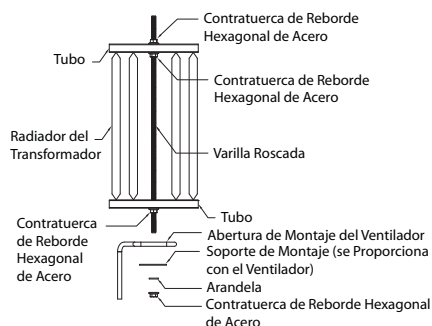

Figura 5 — Instalación de Juego de Montaje Protector Accesorio (Vista Superior)
- Monte (1) un tubo cuadrado de 3/4 pulg. al extremo de cada una de las (4) varillas usando (2) contratuercas de reborde hexagonal de acero como se muestra en la Figura 5. Apriete firmemente (asegúrese de que las tuercas no se suelten al montar la tuerca de fijación en la cara delantera del radiador).
- Monte la abertura del ventilador sobre la tuerca después de (1) soporte de montaje, la arandela y la tuerca.